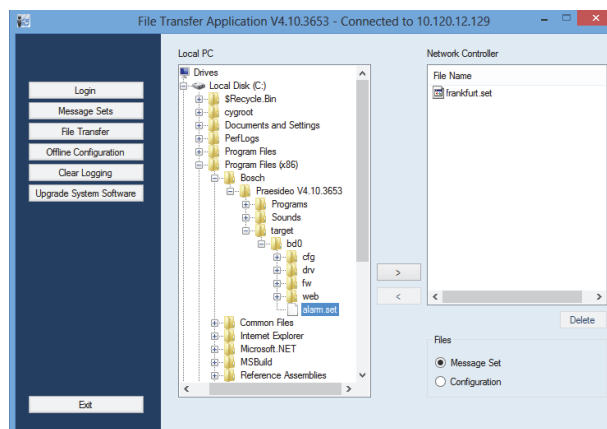

figura 45.10: Trasferimento di una serie di messaggi
- 1 Nell'applicazione *File Transfer*, prima registrarsi, quindi fare clic sul pulsante *File Transfer*. Appare una schermata simile a quella in figura 45.10.